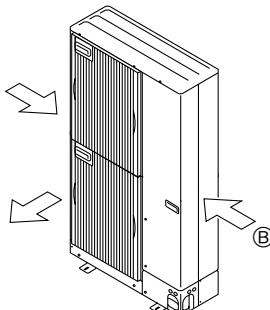

Fig. 2-16
- Plaats het apparaat indien mogelijk zo dat de luchtauitlaat in dezelfde richting blaast als de seisoenswinden. (Fig. 2-16)